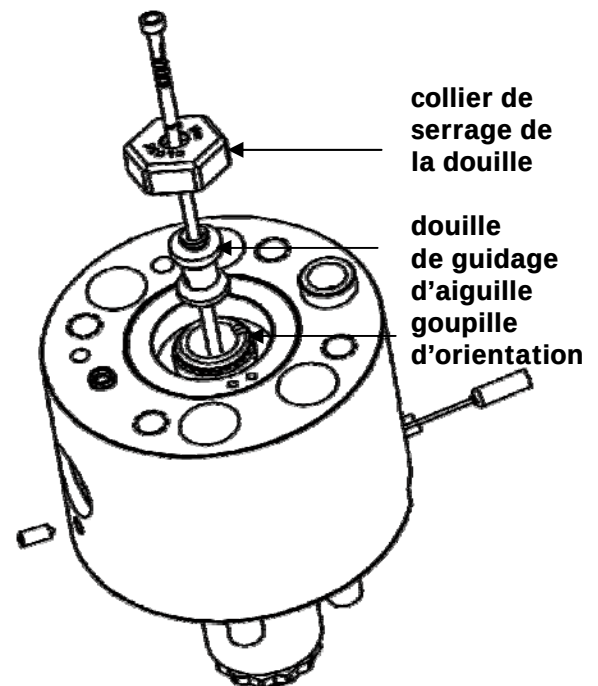

Fig. 80 – Extraction de la douille de guidage d'aiguille
11. Extraire la douille de guidage d'aiguille (Fig. 80) en engageant sa partie supérieure filetée (si la goupille d'orientation est présente) dans l'outil adapté (E08483 ÷ E08484).